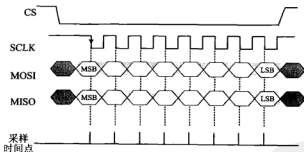

图 5.14.4 $CPOL=1, CPHA=0$
b) $CPOL=1, CPHA=0$ 的情况如图 5.14.4 所示。
如图 5.14.4 所示,初始时刻 SPI 接口处于空闲状态,SLCK 线保持在高电平状态。当 CS 跳变至低电平之后,开始数据传输。可以看到,数据在 SCLK 线的一个脉冲周期中的第 1 个边沿(此处是负跳变)得到传输。总结起来就是,当 $CPOL=1$ 且 $CPHA=0$ 时,SCLK 呈现负脉冲周期形式,数据在下降沿得到存取,在上升沿准备就绪。